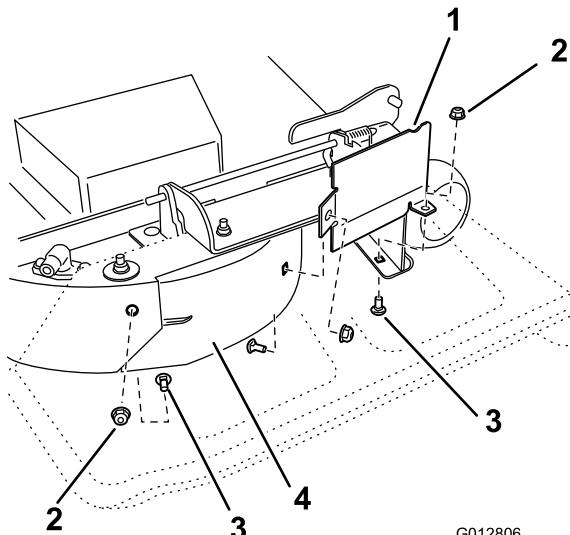

Figura 33
8. Retire el perno de cuello cuadrado (5/16 x 3/4 pulgada) y la contratuercia (5/16 pulgada), situados en la pared trasera de la carcasa de corte, que sujetan el deflector a la carcasa (Figura 33).
9. Localice el protector del deflector en el borde delantero del orificio de descarga lateral. Retire los fijaciones que sujetan el protector del deflector y el deflector derecho a la carcasa de corte, según se muestra en Figura 33. Retire el protector del deflector y guarde todos los herrajes.